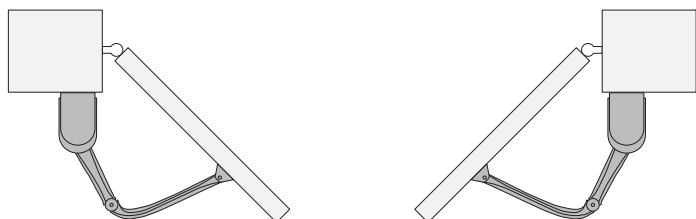

Fig.20
11. Após ter instalado e ajustado os motores, posicionar as folhas a metade do seu curso até que, realizadas conexões elétricas, estas efetuem corretamente a aprendizagem de abertura e fecho **fig. 20**.